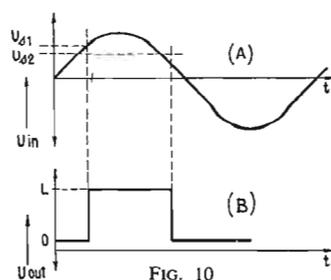

FIG. 10
La figure 10 montre en (A) le signal d'entrée, de forme sinusoïdale, appliqué à l'entrée par un générateur G. En (B) on montre la forme rectangulaire du signal de sortie.
Ceci se voit sur la figure 10. Pour passer de O à L, la tension sinusoïdale d'entrée doit attendre le niveau U_{s1} tandis que pour passer du niveau L au niveau O la tension d'entrée doit être ramenée à la valeur U_{s2} inférieure à U_{s1} .